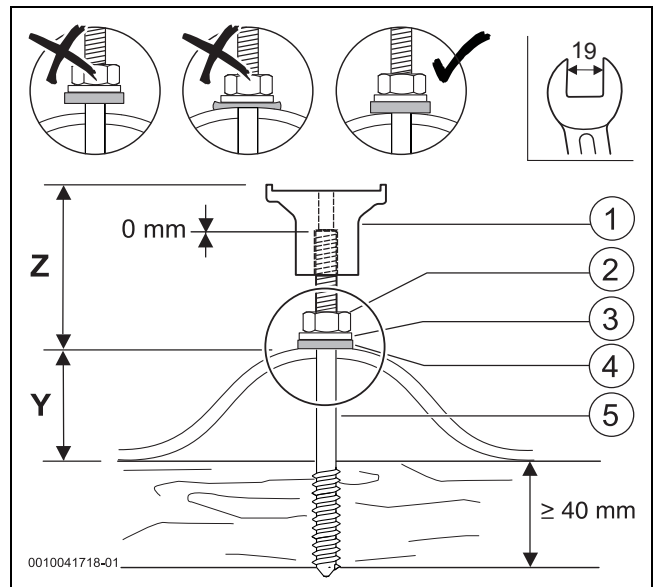

Bild 33 Montierte Stockschraube mit Haltebock
- ▶ Vormontierte Stockschraube mit Gabelschlüssel 19 mm so weit eindrehen, bis Maß Z ( $\rightarrow$  Tab. 9) erreicht ist ( $\rightarrow$  Bild 33).